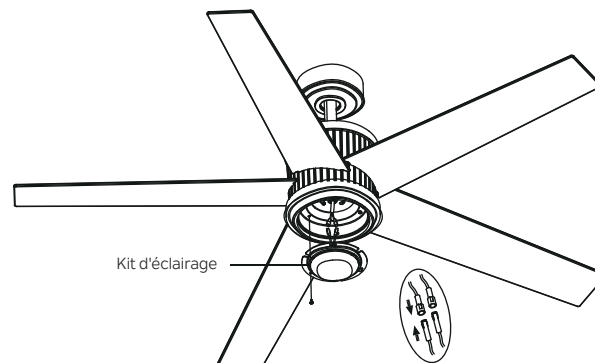

Fig. 20
**Étape 1.** Tenez le kit d'éclairage près du boîtier de l'interrupteur et raccordez les fils BLANC du kit d'éclairage et du ventilateur en poussant les connecteurs ensemble. Suivez la même procédure avec les fils NOIRS. (Fig. 20)
**Étape 2.** Rentrez soigneusement les raccordements dans le kit d'éclairage. Retirez l'une des trois vis préinstallées sur le boîtier de l'interrupteur et conservez-la pour une utilisation ultérieure. Desserrez les 2 autres vis (ne les retirez pas). Placez les deux trous de fente sur le kit d'éclairage sur les 2 vis précédemment desserrées depuis le boîtier de l'interrupteur. Faites pivoter le kit d'éclairage jusqu'à ce qu'il se verrouille en place à l'extrémité étroite des trous de clé. Fixez en serrant les 2 vis précédemment desserrées et celle précédemment retirée. (Fig. 20)